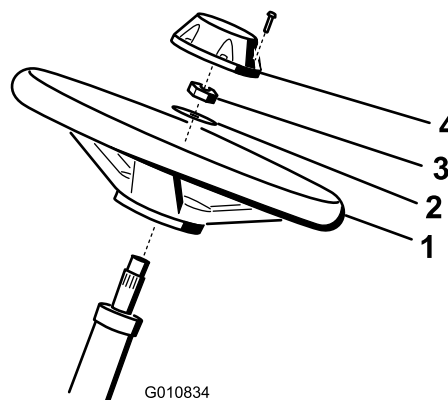

Figure 3
- Glissez le volant sur l'arbre de direction (Figure 3).
- Glissez la rondelle sur l'arbre de direction (Figure 3).
- Fixez le volant sur l'arbre (Figure 3) à l'aide d'un écrou de blocage serré à un couple de 27 à 35 N·m.
- Fixez le couvre-moyeu au volant avec une vis (Figure 3).